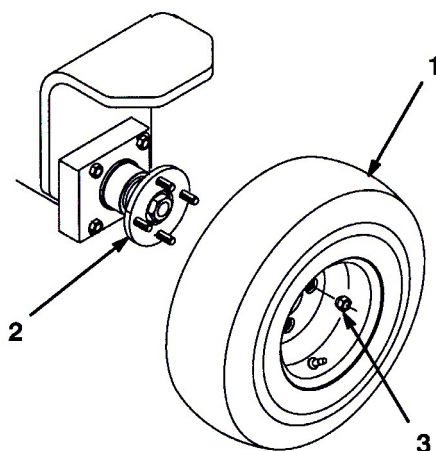

図 1
1. 後ホイール・ハブにホイール・アセンブリを取り付ける (図 1)。
2. ラグ・ナットを取り付けて (図 1)、3~5 N.m (6.2 ~ 9.0 kg.m) にトルク締めする。